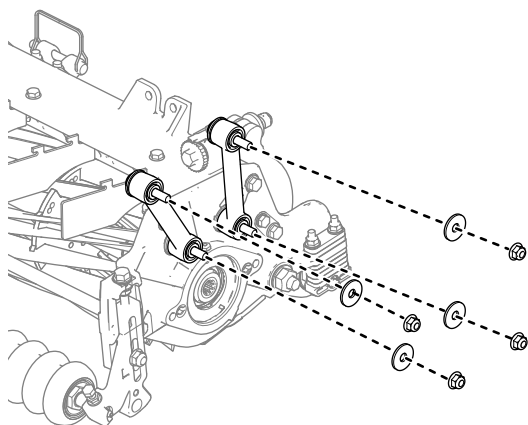

Figura 21
1. Îndepărtați piuliile i aibele care fixează articulațiile de ridicare la placa laterală a unității de tăiere i la cadrul de susinere (Figura 21). Eliminați aibele.